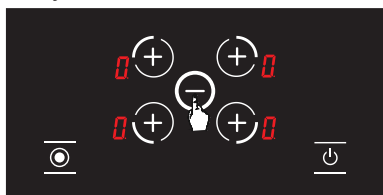

Рисунок 17
3. Также, температура всех конфорок варочной панели может быть установлена на **Y** с помощью кнопки **⏻**. (см. Рисунок 17) Когда температура всех конфорок достигает до **Y**, варочная панель автоматически отключается через 20 секунд.